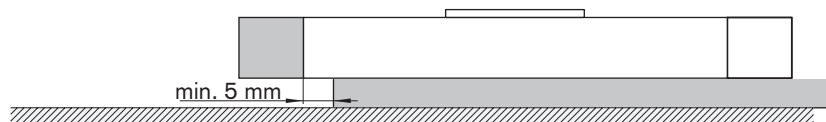

Fig. 6: Distancia mínima a las placas finales/deflexión máxima admisible
- ▶ En caso de fijación en la estructura principal, mantener una distancia mínima de 5 mm con respecto a las placas finales ➡ Fig.6.